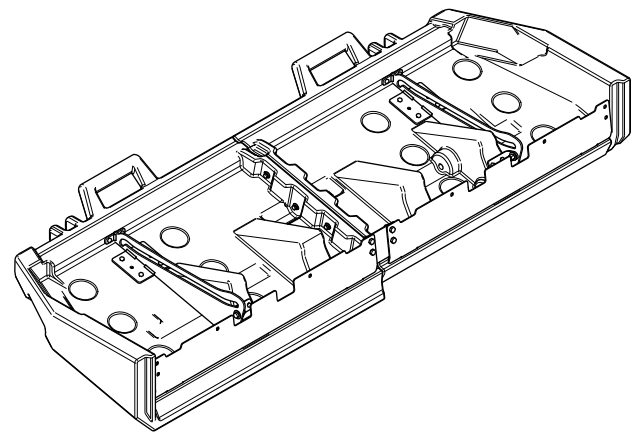

**Bild 8**
10. Verbinden Sie die Materialbleche mit vier Schrauben ( $\frac{3}{8}$ " x 1"), vier Unterlegscheiben und vier Muttern, wie in Bild 7 oder Bild 8 dargestellt.